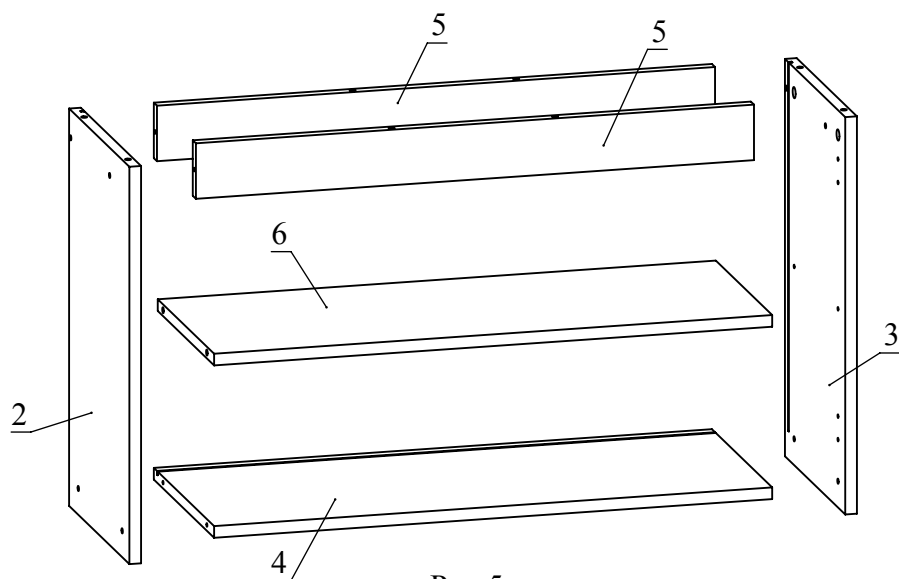

Рис.5
4. Установите деталь 6 между деталями 2 и 3 и зафиксируйте, повернув конфирматным ключом головки минификсов по часовой стрелке до упора. Соедините детали 4, 5 (2шт.) с деталями 2, 3 при помощи конфирматов (Рис. 5).